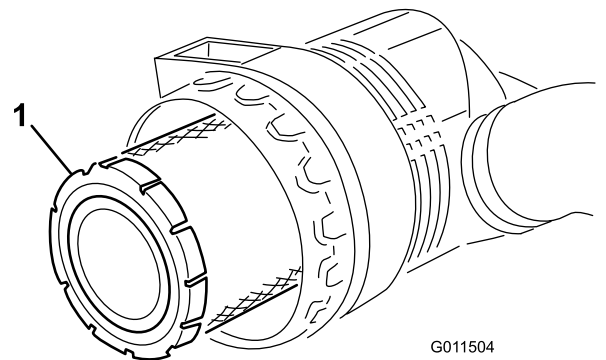

Figura 76
5. Retire e substitua o filtro primário (Figura 76).